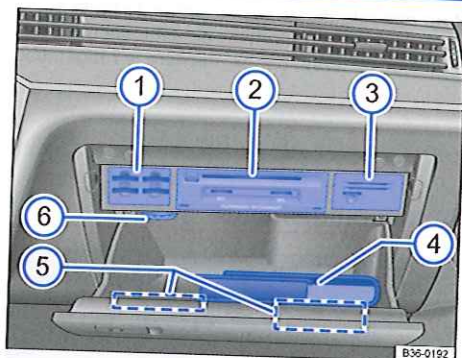

Fig. 130 Boîte à gants ouverte
Légende de la fig. 130 :
La partie supérieure et le couvercle de la boîte à gants peuvent comporter un support pour cartes mémoire, cartes en plastique, pièces de monnaie ainsi qu'un logement pour range-lunettes $\Rightarrow$ fig. 130 ①, ③ et ⑤.